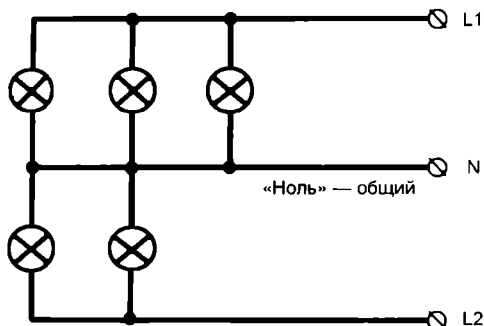

Рис. 2.73. Параллельное соединение электроламп
**Параллельное** — при таком способе входящие в цепь элементы объединены двумя узлами и не соединены друг с другом. На рис. 2.73 представлена схема параллельного соединения цепи на примере светильника с 5 лампами.